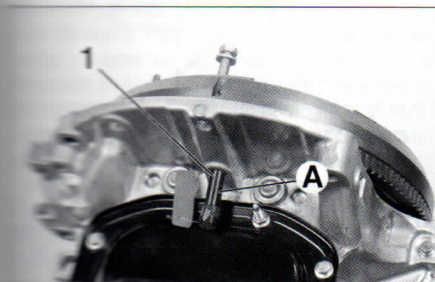
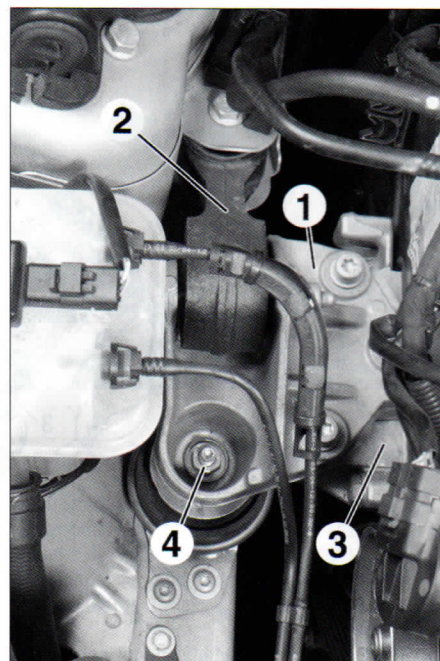

FIG.3
FIG.7
- inmovilizar el volante motor con un útil apropiado o el útil PSA 0194-C (A) (**fig. 3**) colocado en el taladro (1).
- Desmontar el tornillo de la escuadra anti-decalado (1).
- Desmontar el útil (A) (**fig. 3**).
- Desmontar el conjunto soporte motor (1) y bieleta de reacción (2), y el soporte motor intermedio derecho (3) (**fig. 7**).
- el soporte motor intermedio derecho (3) (**fig. 7**) y apretar a 5,5 mdaN.
- el soporte motor derecho (1) y apretar a 6 mdaN.
- reapretar la tuerca (4) a 4,5 mdaN.
- reapretar los tornillos (2) a 6 mdaN.
- el pasador de volante motor (A) (**fig. 3**).